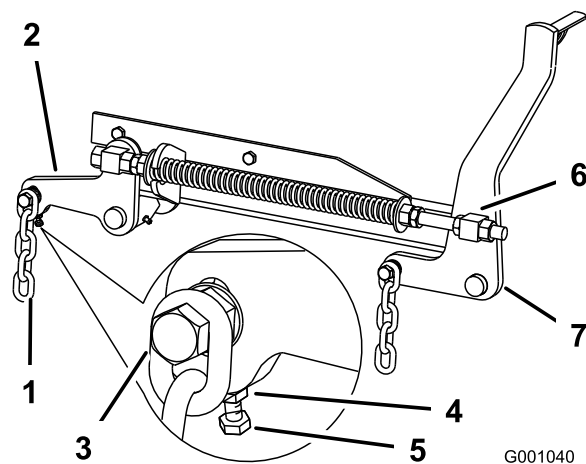

Figure 81
7. Si la distance mesurée au point **B** ou **C** n'est pas correcte, desserrez le boulon de fixation de la chaîne arrière au bras de support arrière (Figure 81).
8. Desserrez l'écrou de blocage sous le bras de support arrière et agissez sur le boulon de réglage de manière à obtenir une distance de 80 à 83 mm (Figure 81).
7. Desserrez d'environ 13 mm les écrous de blocage à l'avant des pivots avant gauche et droit (Figure 81).
8. Réglez les écrous de relevage sur les côtés gauche et droit de la machine de manière à abaisser l'avant de 6 à 10 mm au point A par rapport au point B à l'arrière (Figure 81).